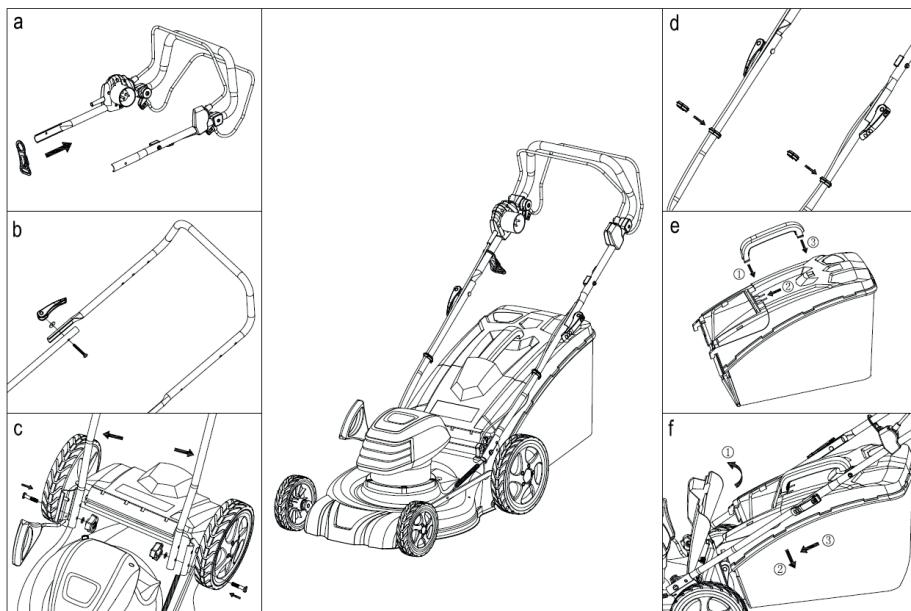

Рис. 2
- Установите фиксатор сетевого кабеля на верхнюю часть рукоятки (рис.2а).